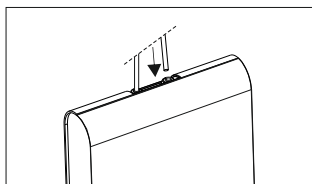

Рис. 2 Присоединение шланга к фитингу [OUT]
- 6) Другой конец шланга присоединить к фитингу обозначенному [OUT] (белое кольцо) (рис. 2).